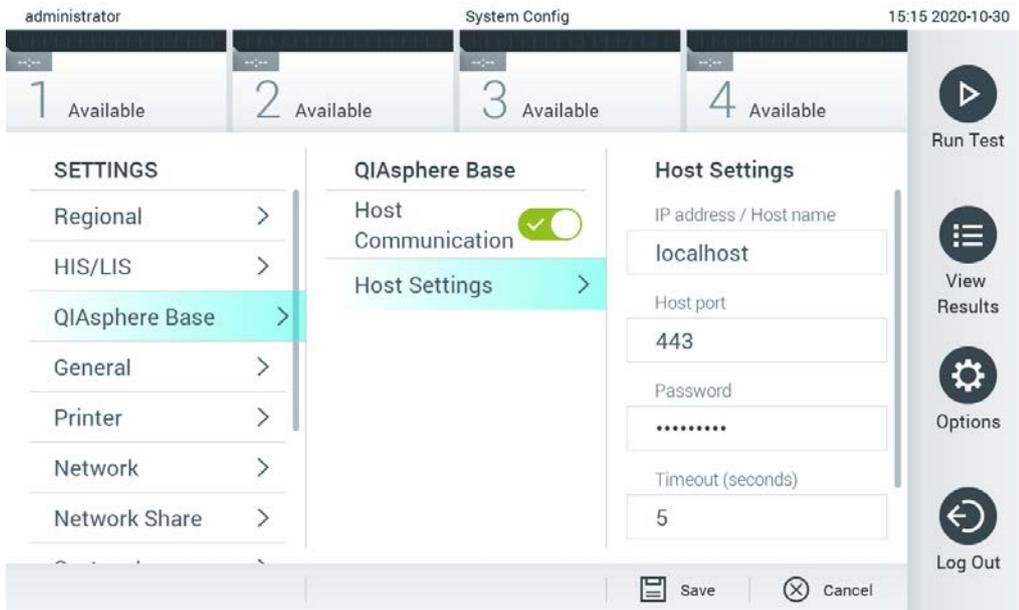

Figura 66. Configuración de la conexión con QIASphere Base
2. Seleccione QIASphere Base de la lista Settings (Configuración) en la columna izquierda (figura 66, siguiente página).